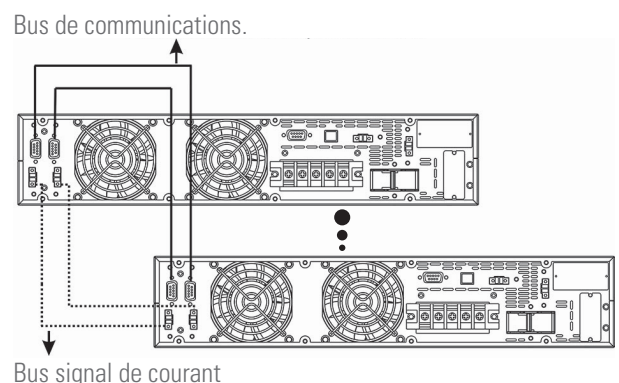

Fig. 17. Connexions de communication et signal de courant pour un système en parallèle.
- **Bus de connexions en parallèle et signal de courant.** Utilisez le câble à 15 conducteurs de signal avec maille et les connecteurs DB15 aux extrémités pour joindre un maximum de 3 équipements. Chaque câble dispose d'un connecteur mâle et d'un connecteur femelle aux extrémités, qui doivent être connectés pour relier les deux équipements. Il est essentiel de fermer la boucle de communication du bus parallèle et du bus de signal de courant à travers le câble avec des connecteurs (voir Fig. 17).